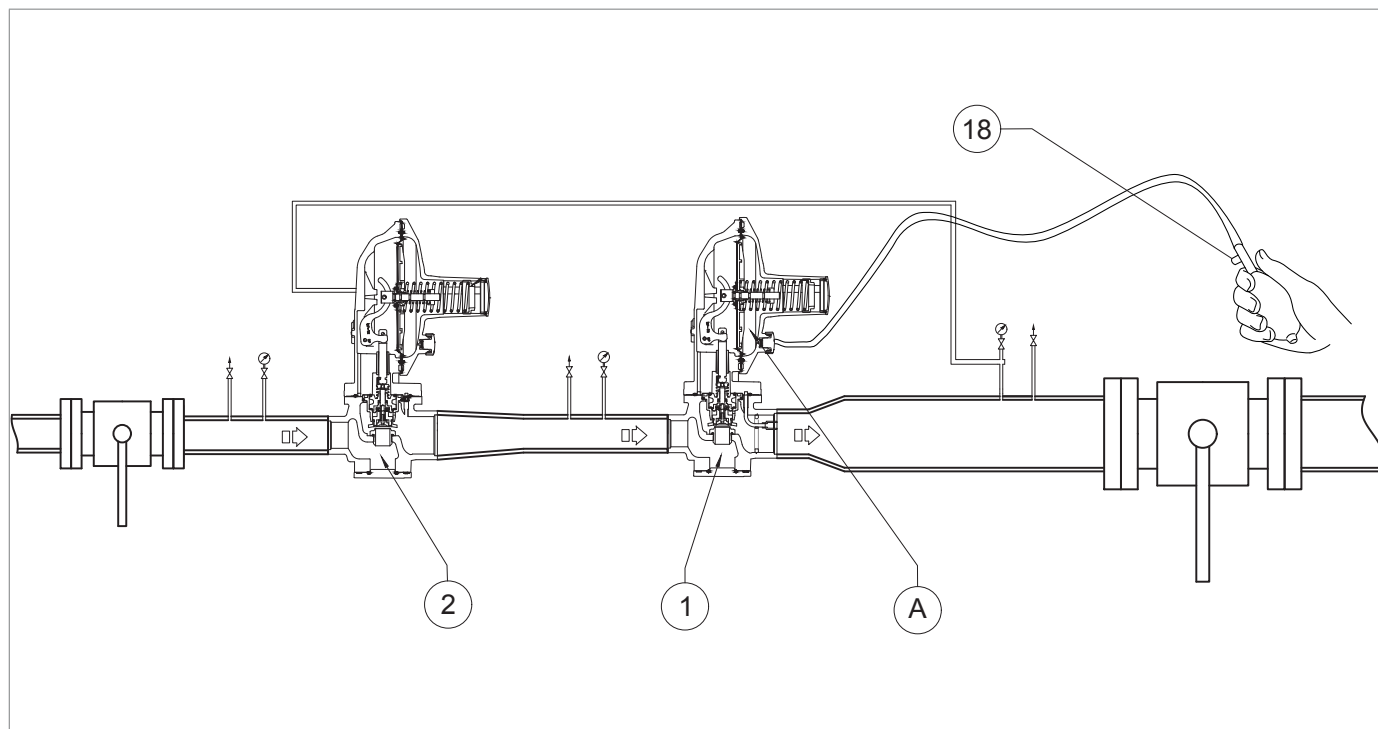
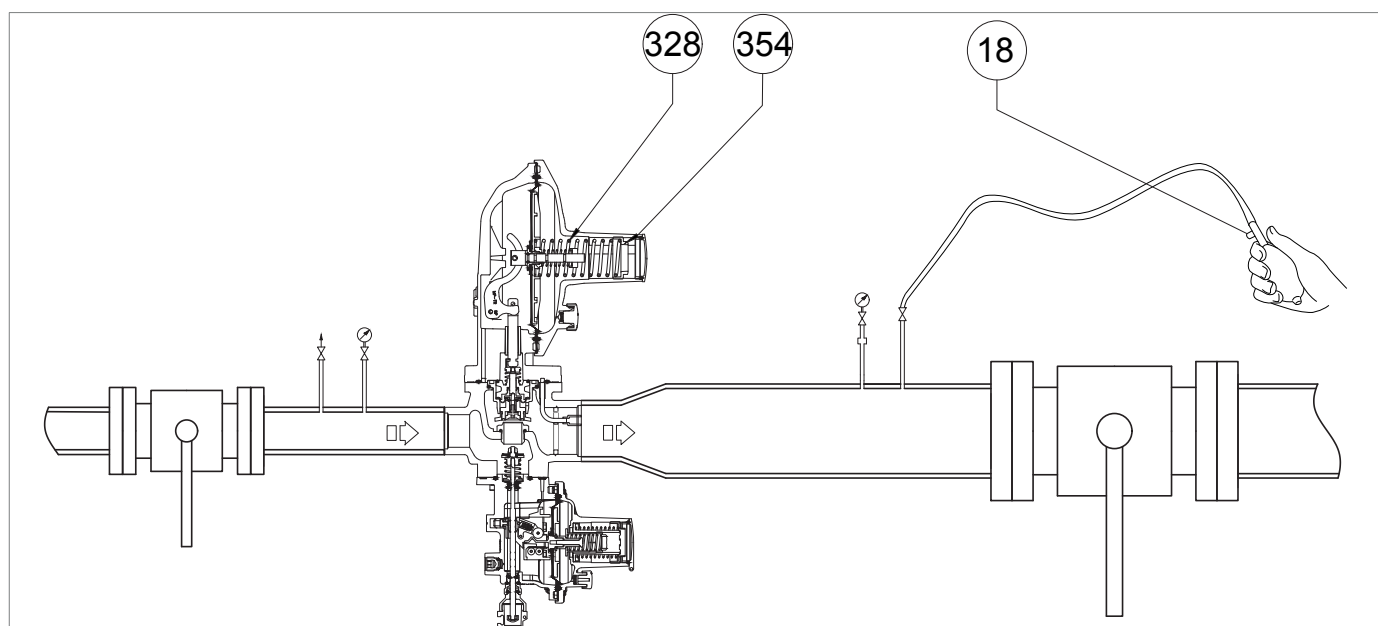

Fig. 8.19. Pressurizzazione con fonte esterna (pompetta manuale)
Fig. 8.21. Pressurizzazione con fonte esterna per valvola di blocco incorporata LA
Per la seguente procedura, fare riferimento alla Fig. 8.19 del paragrafo “8.7.1 - Verifica di tenuta della valvola di blocco LA”:
1	<p>Aumentare la pressione di valle fino al valore di intervento della valvola di blocco, collegando una fonte di pressione esterna al rubinetto di scarico (Fig. 8.19, rif. 6) posto sulla tubazione di valle, assicurandosi di aprire un rubinetto di scarico aggiuntivo (Fig. 8.21, rif. 18).</p> <div style="border: 1px solid black; padding: 5px;"> <p>! AVVISO!</p> <p>Controllare la pressione facendo riferimento al manometro di valle (Fig. 8.19, rif. 5).</p> <p>Se la valvola di blocco:</p> <ul style="list-style-type: none"> • interviene prima del valore di pressione previsto: avvitare (senso orario) la ghiera di regolazione (13) così da comprimere maggiormente la molla (11); • non interviene al valore di pressione previsto: svitare (senso antiorario) la ghiera di regolazione (13), così da scaricare la molla (11). </div>
6	<p>Scollegare la fonte di pressione esterna dal rubinetto di scarico (Fig. 8.19, rif. 6).</p>
1	Aprire parzialmente il rubinetto di scarico (Fig. 8.19, rif. 6) in atmosfera e tenerlo aperto per le fasi successive.
2	Ruotare in senso antiorario la ghiera di regolazione (Fig. 8.19, rif. 3) del regolatore per diminuire la pressione di valle (Pd) fino alla pressione minima richiesta per l'intervento della valvola di blocco.
3	<p>Se necessario, rimuovere il tappo di chiusura (Fig. 8.21, rif. 354) unitamente alla ghiera di regolazione e rimuovere la molla di regolazione (Fig. 8.21, rif. 328).</p> <div style="border: 1px solid black; padding: 5px;"> <p>! AVVISIO!</p> <p>Controllare il valore della pressione di intervento della valvola di blocco indicato dal manometro di valle (Fig. 8.19, rif. 5).</p> </div>
5	<p>Dopo aver verificato che la valvola di blocco intervenga al valore prefissato, agire come segue:</p> <ol style="list-style-type: none"> 1. Chiudere il rubinetto di sfiato (Fig. 8.19, rif. 6) 2. Posizionare la molla di regolazione (fig. 8.21, rif. 328), il tappo di chiusura (Fig. 8.21, rif. 354), la ghiera di regolazione (Fig. 8.19, rif. 3) 3. Aprire lentamente la valvola di intercettazione di monte (V1) fino a che il valore della pressione di valle (Pd) raggiunga il valore di taratura del regolatore, facendo riferimento al manometro di valle (Fig. 8.19 rif. 5) 4. Chiudere la valvola di intercettazione di monte (V1) 5. Aprire lentamente e parzialmente il rubinetto di sfiato (Fig. 8.19, rif. 6) per diminuire la pressione di valle facendo riferimento al manometro di valle (Fig. 8.19, rif. 5) fino al raggiungimento del valore di intervento per minima pressione 6. Verificare la corretta taratura della molla di minima ripetendo i passi 2-3-4 almeno tre volte 7. Eseguire taratura del regolatore principale facendo riferimento al paragrafo "8.5 - Procedura di messa in servizio del regolatore"
7	Ruotare in senso orario la ghiera di regolazione (Fig. 8.19, rif. 3) per aumentare la pressione di valle fino al valore di taratura del regolatore.
9	Chiudere il rubinetto di scarico (Fig. 8.19, rif. 6).